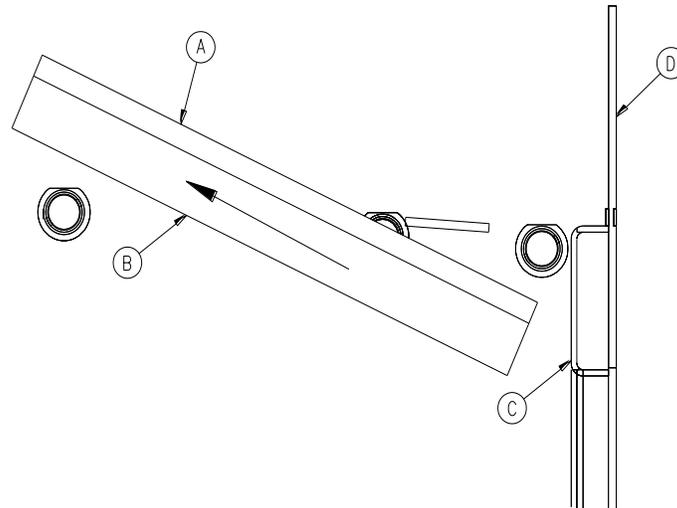

Figure 3.4a
1. Superposez les panneaux de déflecteur (A) et les panneaux de vermiculite (B) l'un sur l'autre tel qu'indiqué à la figure 3.4a.